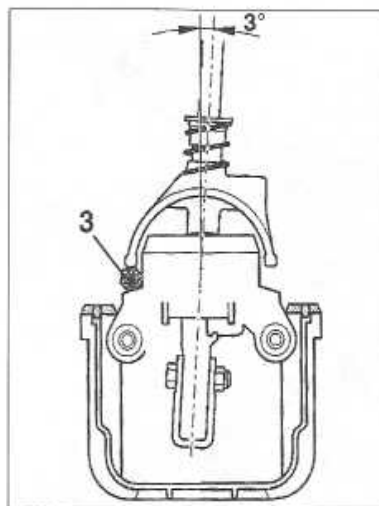

Figure 3-4
- Placer une clé six pans male de 14 mm (3) entre l'ergot gauche (par rapport aux sens de marche) et la surface latérale oblique de la butée (**figure 3-4**).
- Positionner le levier de telle manière qu'il soit légèrement en arrière (environ 3°) (**figure 3-4**).